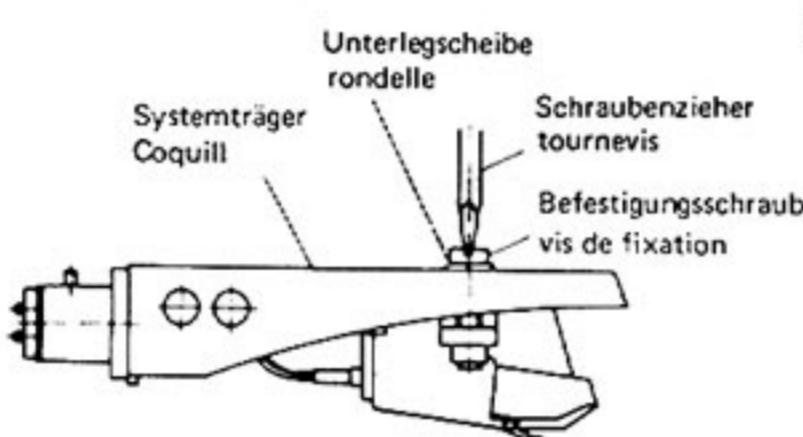

Fig. 2. Abb. 2.
3. Wenn der Unterschied in "L" 2 mm überschreitet, oder wenn Sie den Unterschied exakter abstimmen möchten, lösen Sie die Befestigungsschrauben mit einem Schraubenzieher und schieben Sie den Tonabnehmer zum Anbringen der Nadel am korrekten Punkt in eine der Richtungen. (Abb.2)
3. Si la différence de la longueur "L" dépasse 2 mm, ou si vous désirez effectuer un réglage plus précis, dévisser les vis de maintien à l'aide d'un tournevis et glisser la cellule en avant ou en arrière afin de placer la pointe de l'aiguille à l'endroit exacte. (Fig. 2)